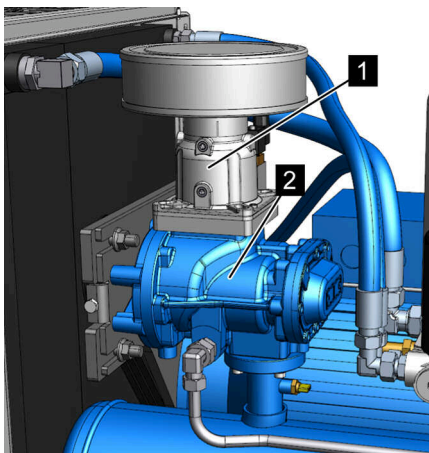

Рис. 29: Демонтаж регулятора впуска
1. Отверните крепежные винты регулятора впуска (Рис. 29/1) и извлеките их.
3. Залейте охлаждающую жидкость в ступень компрессора (Рис. 29/2).
5. Установите и закрутите крепежные винты регулятора впуска (Рис. 29/1) (☞ Приложение В «Моменты затяжки винтов» на странице 117).